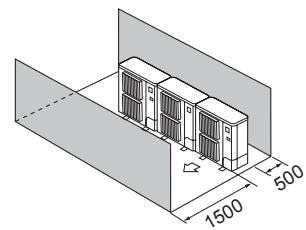

Fig. 2-15
- ④ Εμπόδια στην μπροστινή και την πίσω πλευρά μόνο (Fig. 2-15)